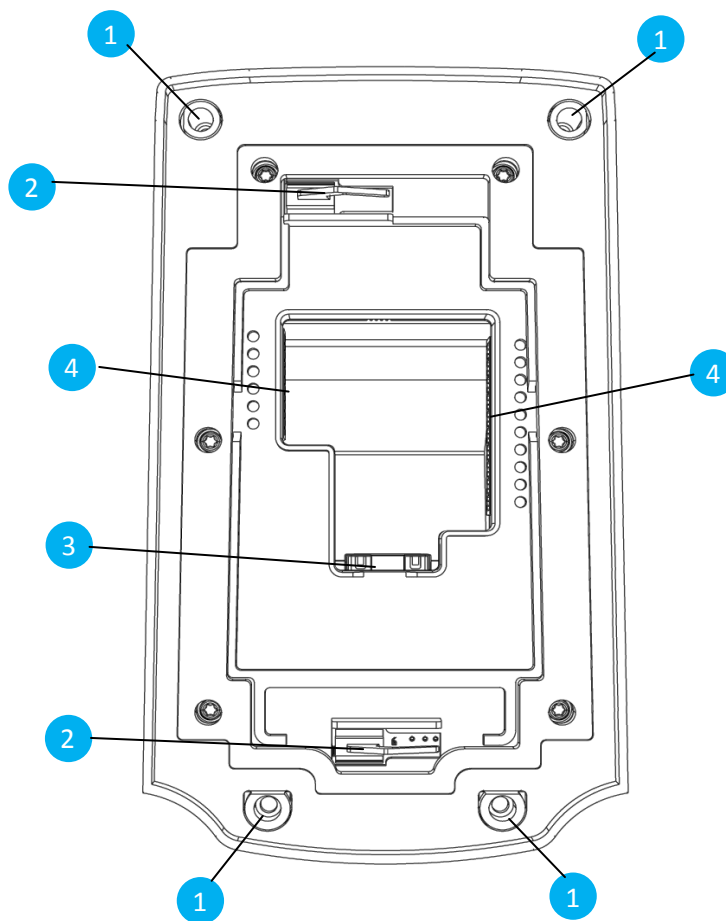

Figure 5 : Vue arrière du terminal
6. Brancher les câbles nécessaires sur les connecteurs borniers selon la Section 4 : « Interface électrique »; puis brancher les connecteurs borniers sur le terminal (repère 4 sur la Figure 5).
7. Brancher le câble Ethernet (s'il y en a un) dans le connecteur RJ45 (3 sur la Figure 5).